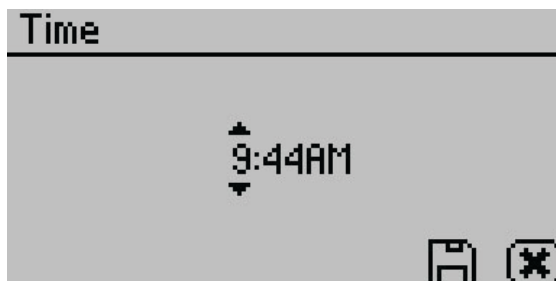

Figure 44 Time option
- **Time.** Chọn để cài đặt ngày trong máy. Sử dụng nút **PHẢI** và **TRÁI** để thay đổi giữa giờ và phút, nút **LÊN** và **XUỐNG** để thay đổi từng giá trị (Figure 44). Cài đặt giờ sẽ tự động thay đổi giữa **AM** và **PM**.